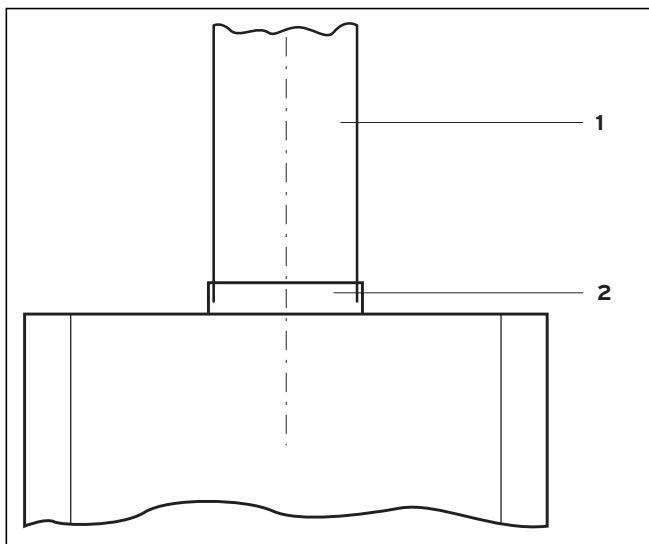

Рис. 5.1 Подключение к дымоходу
#### Пояснения к рис. 5.1
- Установите трубу дымохода (1) в патрубок трубы дымохода (2) на предохранителе тяги, см. рис. 5.1 Подключение к дымоходу.